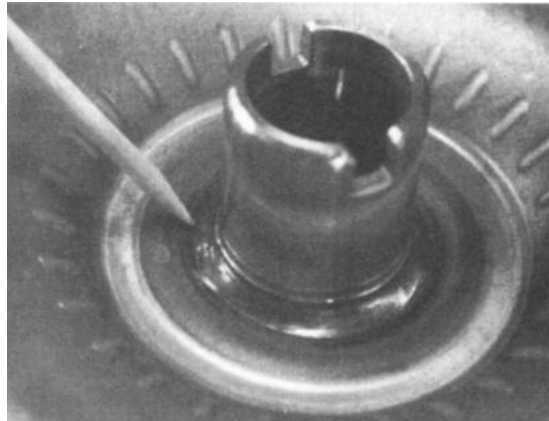

Fig. 4.6 Grietas en la zona de soldadura del cubo
6. Fugas externas, como son grietas en la zona de soldadura del cubo. (Ver Fig. 4.6)